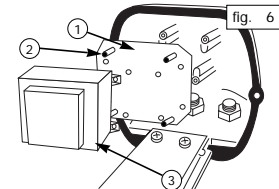

fig. 6
2. Fissare la piastrina in PVC sul fondo (fig. 6 punto 1).